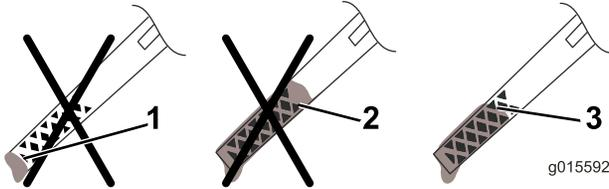

Figure 28
13. Sortez de nouveau la jauge et vérifiez le niveau d'huile (Figure 28).